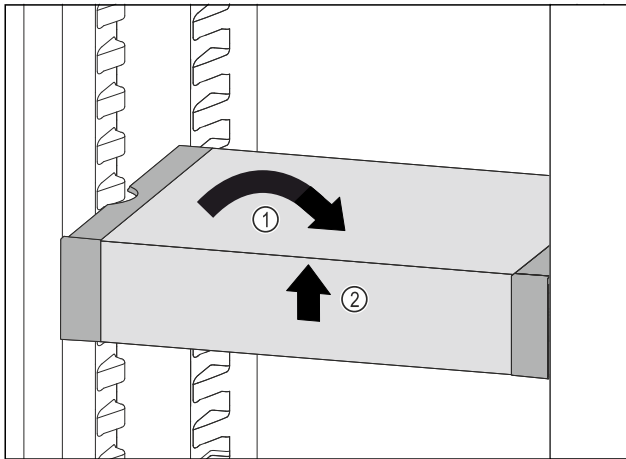

Fig. 76
- ▶ VarioSafe ustawić prosto. Fig. 76 (1)
- ▶ VarioSafe unieść z przodu. Fig. 76 (2)